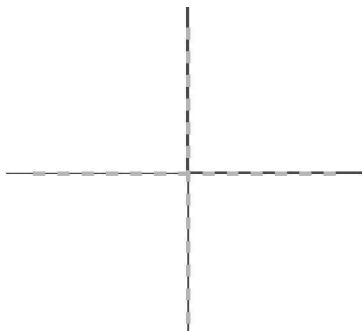

图 2-7 垂直线绘制
③ 设定 Y 轴起始点位置 **X 0.0 Y 500**，设置线段长度及角度为 **100.0 90.0**，完成如图 2-7 所示 (此方式可以用于绘制极坐标线)。